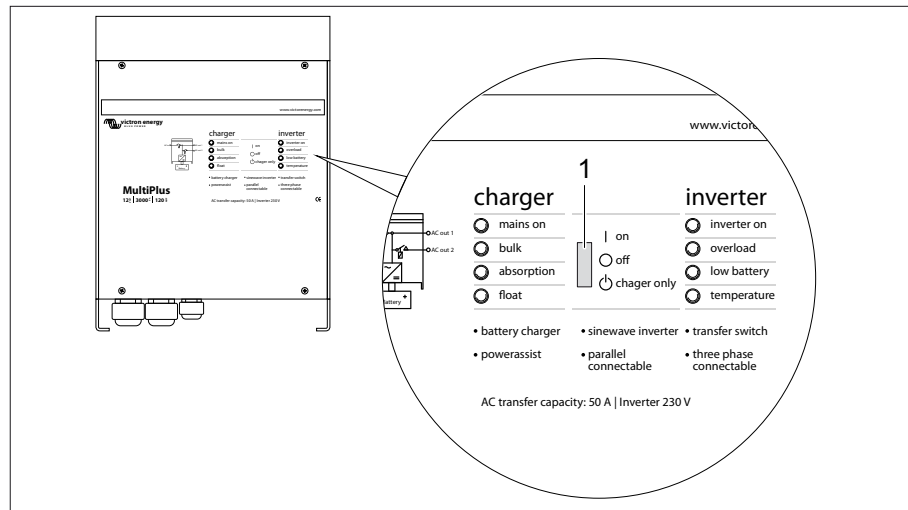

Bild 260 Växelskiftare MultiPlus
För korrekt funktion hos den Digital Multi Control-panelen måste vippknappen på växelskiftaren MultiPlus (Bild 260,1) stå i läge "on".
(Bild 260,1)
- ▷ Om ingen 230 V-anslutning föreligger och fordonet inte längre används måste vippknappen (Bild 260, 1) stå i läge "off". Annars kan det hända att batterierna är tomma efter senast 3–4 dagar.